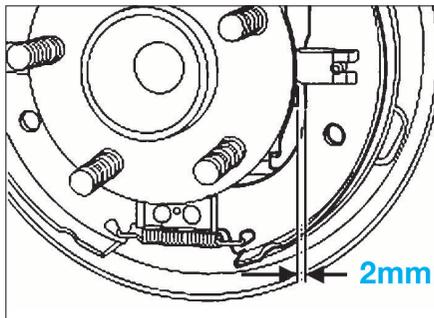

FIG. 24
- Insérer une jauge d'épaisseur de 2,0 mm entre la butée de levier de frein de stationnement et la mâchoire de frein arrière des deux côtés (Fig.24).